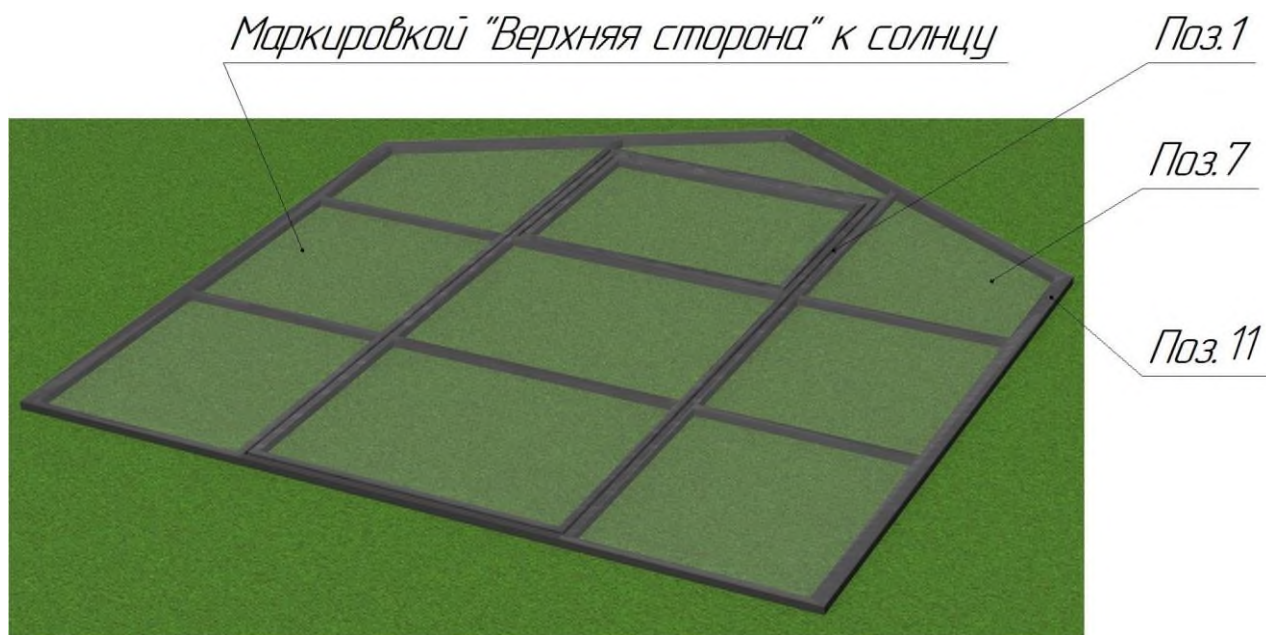

Рис.2. Монтаж поликарбоната
2. Положить торцы с дверью **Поз.1** на ровную поверхность так, чтобы дверь открывалась вверх (рис.2).